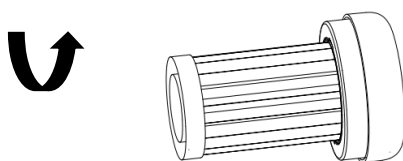

Figura 17
3. Rotiți filtrul HEPA în sens invers acelor de ceasornic pentru a-l scoate din poziția fixă de pe capacul de evacuare a aerului (Figura 17).